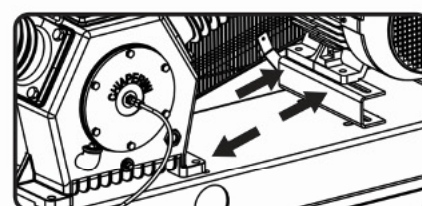

FIGURA 15
10.7 – Verificar e reapertar todos os parafusos do equipamento mensalmente. Figura 15